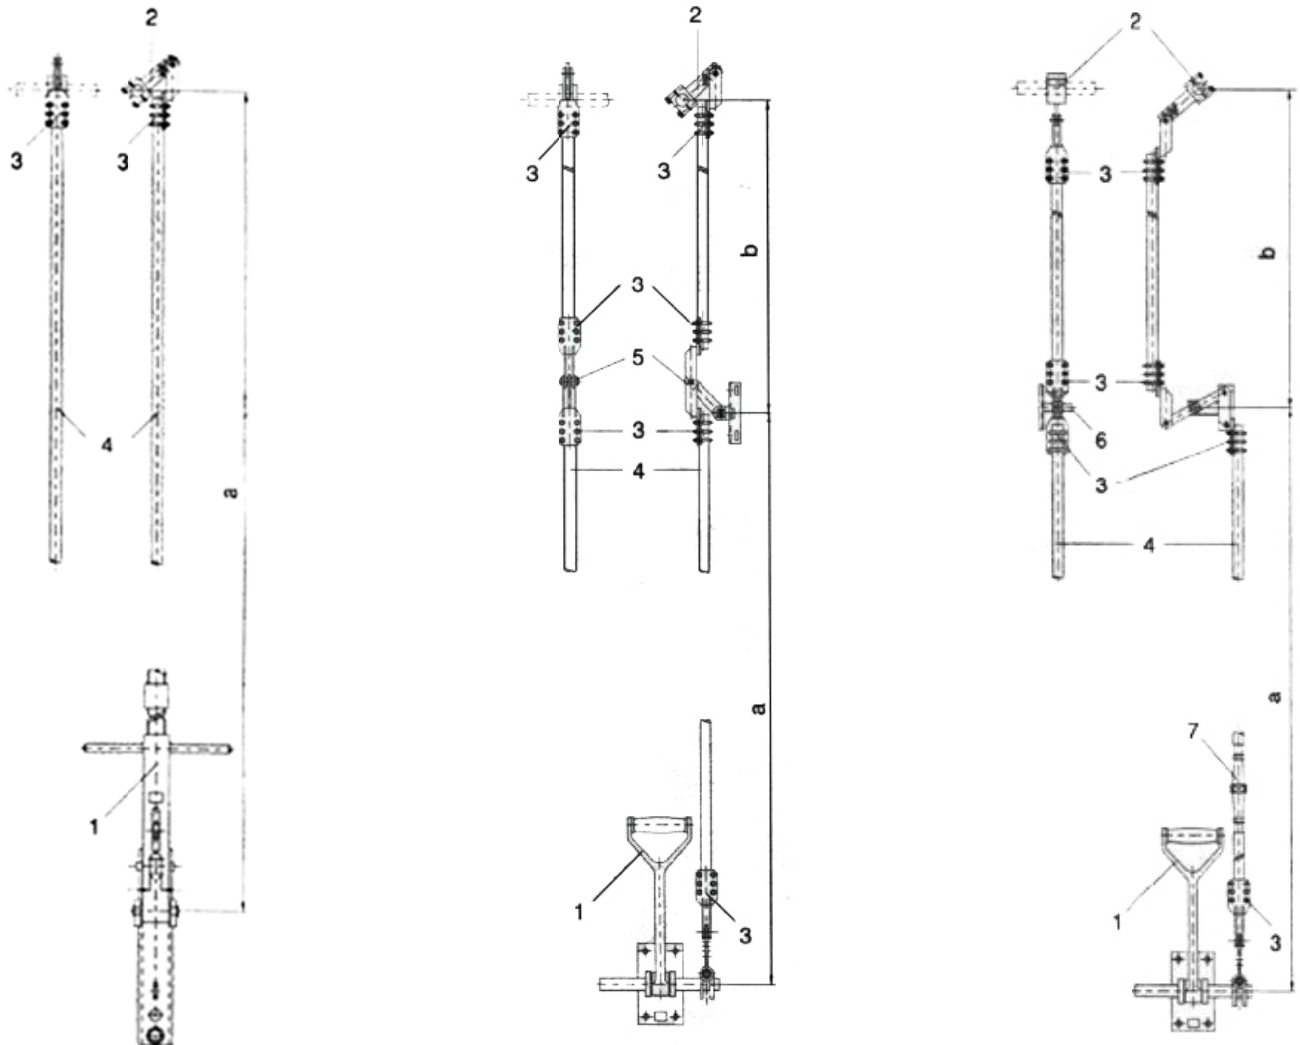

Bild 3 / Pic. 3
Bild 3 zeigt ein Montagebeispiel für Hubantrieb (1) mit Gestängeklemmkurbel (2), Klemmstangenkopf (3), Schaltgestänge (4), Führungslager (5), Umkehrlager (6) und Verstellverschluss (7).